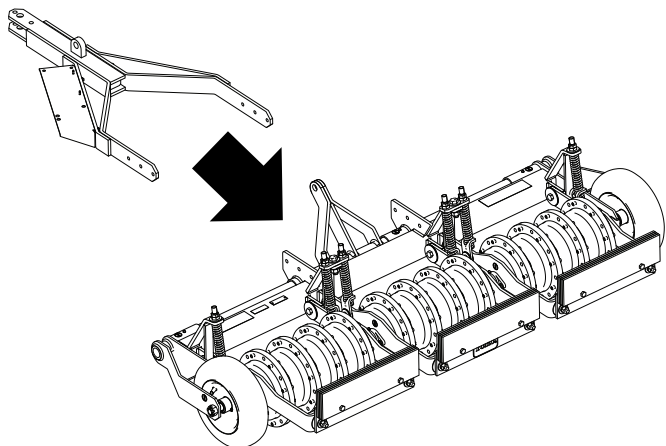

Рисунок 4
2. Совместите узел дышла с аэратором, как показано на Рисунок 4.